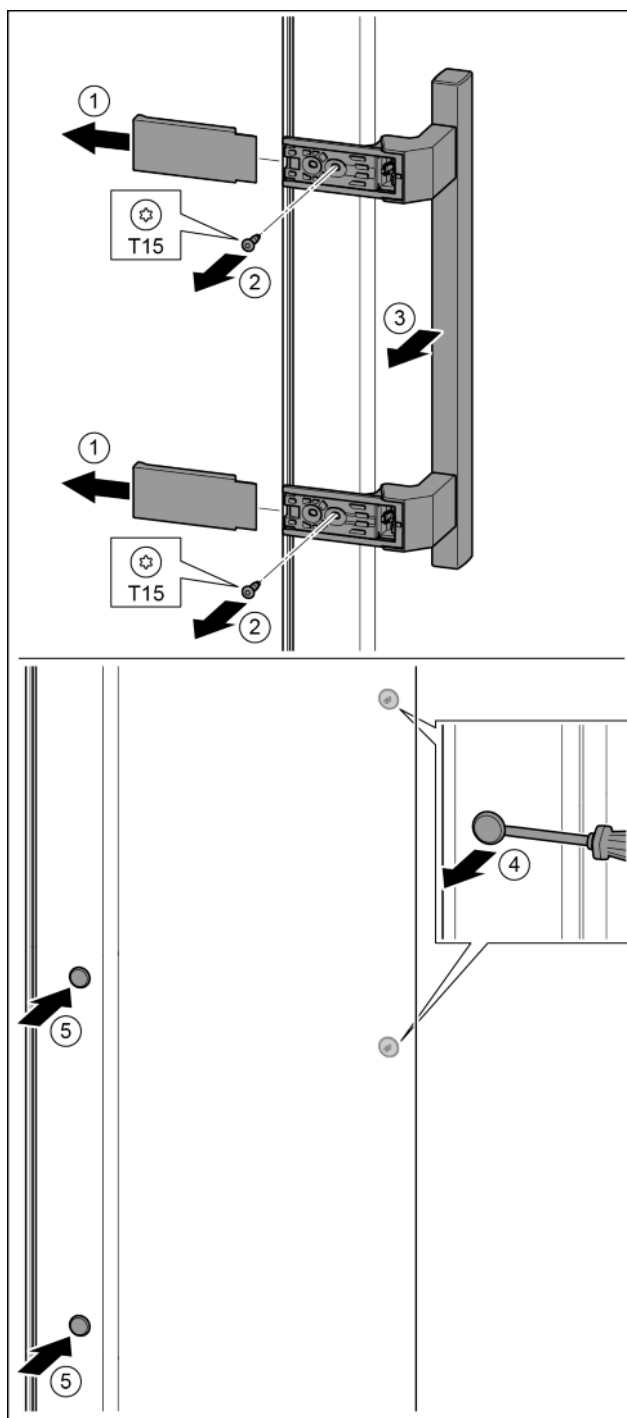

Fig. 20
- Skinite pokrov. Fig. 20 (1)
- Odvijačem T15 odvijte vijke. Fig. 20 (2)
- Skinite ručicu. Fig. 20 (3)
- Odvijačem oprezno podignite bočni čep i izvucite ga. Fig. 20 (4)
- Ponovo umetnite čep na drugoj strani. Fig. 20 (5)